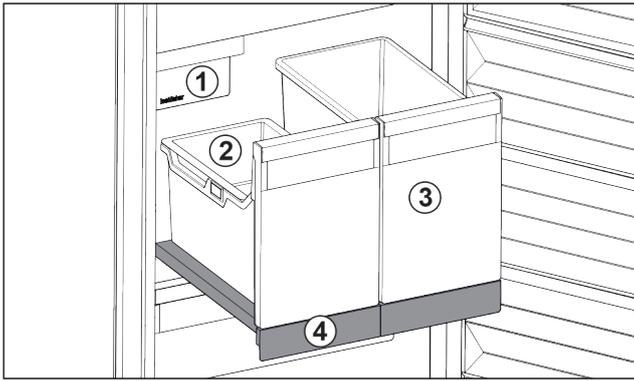

Fig. 17 Витяжна панель IceTower
- (1) IceMaker
- (2) Підвісний лоток для кубиків льоду
- (3) Резервуар наприклад для піци, алкогольних напоїв
- (4) Витяжна панель
На витяжній панелі є два високих резервуари (IceTower). В резервуарі Fig. 17 (2) кубики льоду з IceMaker збираються та зберігаються. Резервуар Fig. 17 (3) придатний для зберігання високих харчових продуктів, таких як піца та алкогольні напої.